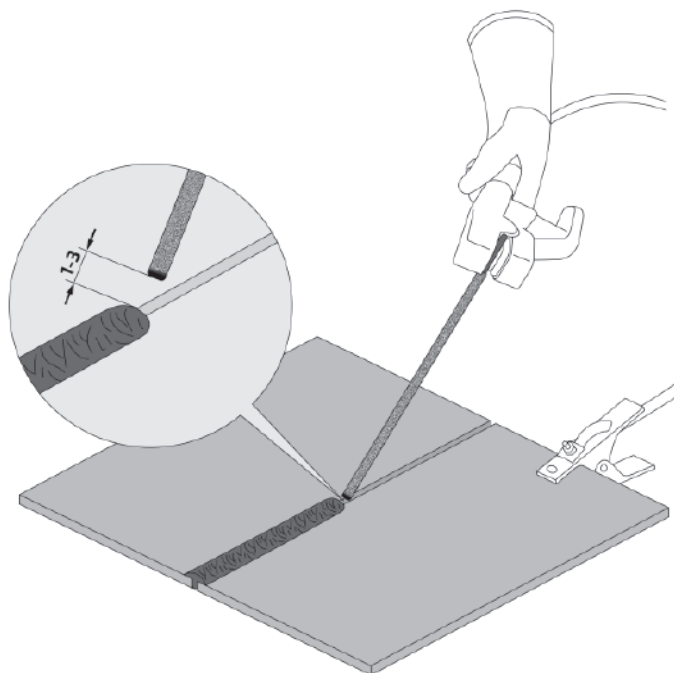

Рис. 10.1.1. Перед началом работы.
- 4.** Начинайте сварочный процесс (см. рис. 10.1.1).
Перед началом работы не забудьте проверить следующее (см. рис. 10.1.1):